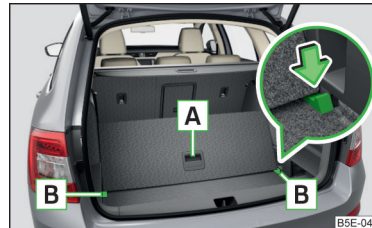

Abb. 143
- › Zum **Unterteilen** den variablen Ladeboden am Griff **A** anheben und den hinteren Rand des variablen Ladebodens in die Nuten **B** in Pfeilrichtung einschieben » Abb. 143.